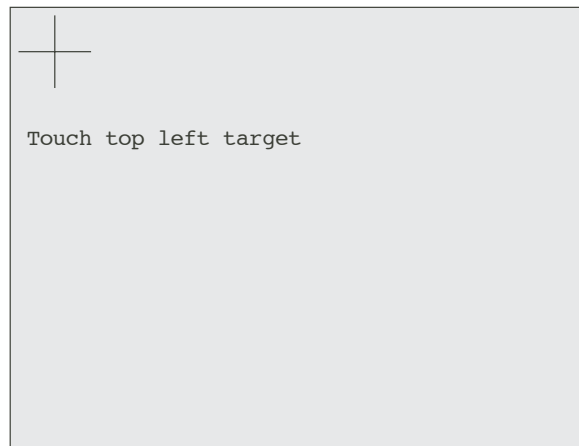

Abbildung B1.4.1 Erste Kalibrier Anzeige
1. Berühren Sie die Taste 'Touch Screen Calibrate', um den ersten Kalibrier Bildschirm aufzurufen (Abbildung B1.4.1).